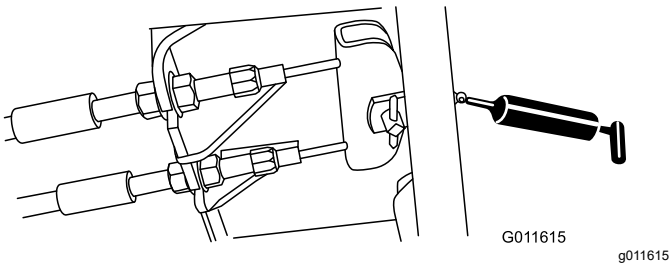

Figura 74
- Pedal de freno (1) (Figura 74)